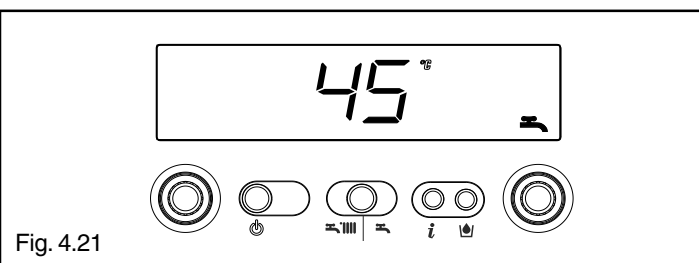

Fig. 4.21
**Info 4** visualizza la temperatura dell'acqua sanitaria settata (fig. 4.21)